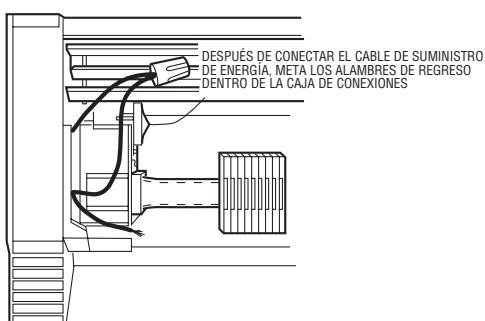

**Figura 7. Fijación de la cubierta**
12. Vuelva a colocar la cubierta frontal encajando el reborde superior de la misma en las aletas de cada caja de conexiones y el borde superior de la(s) escuadra(s) de soporte de elemento calefactor. Haga girar la cubierta hacia abajo, empujando las esquinas inferiores hacia dentro. Instale los dos tornillos que se quitaron en el paso 4 en las cajas de conexiones, a través de la cubierta. Observe que la parte inferior de la cubierta encaje sobre el fondo de las escuadras de fijación de cada elemento. Vea la Figura 7.
3. Después de la limpieza y el servicio, vuelva a colocar la cubierta frontal y los tornillos que había quitado; asegúrese de que la cubierta esté correctamente sujetada arriba y abajo en las escuadras de soporte de cada elemento. Vea la Figura 7.